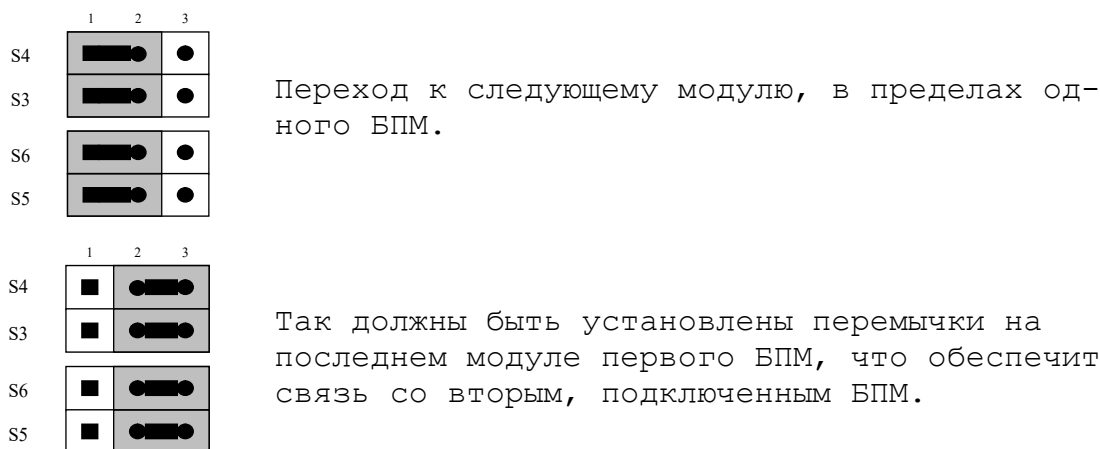

Рисунок 5.6
- **S3, S4, S5, S6** – Перемычки для выбора типа каскадного включения, смотри рисунок 5.6.